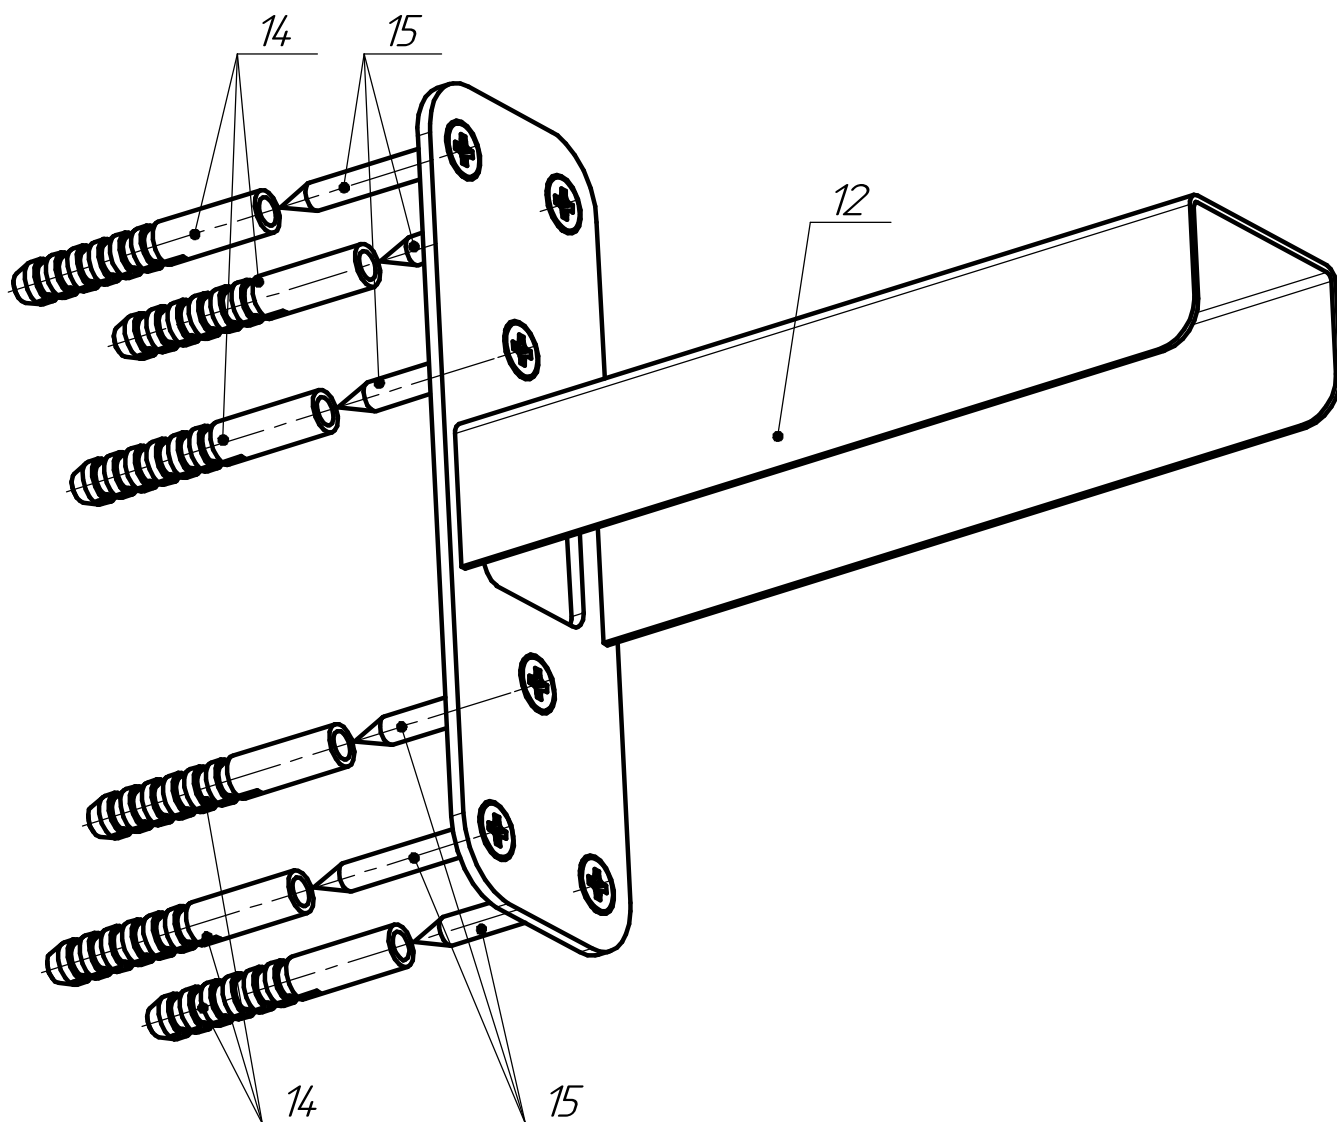

Рисунок 4 - Установка скобы на стену
5.5 Закрепите скобу крепления к стене (12) при помощи саморезов (15) и дюбелей (14) (в комплект поставки не входят) (см. рис. 4). Установочные размеры приведены в таблице 2.